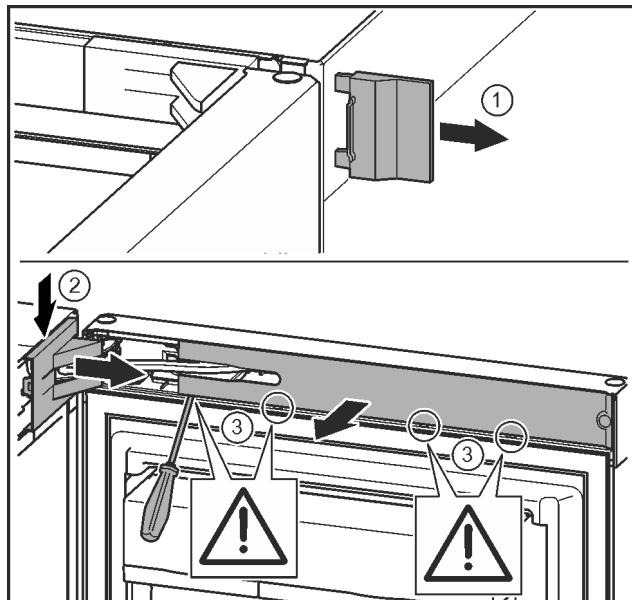

Fig. 9
- Зніміть зовнішню кришку. Fig. 9 (1)
Звільніть і ослабте кришку опорного кронштейна. Зніміть кришку опорного кронштейна. Fig. 9 (2)
- За допомогою шліцевої викрутки звільніть від фіксатора та поверніть убік накладку. Fig. 9 (3)